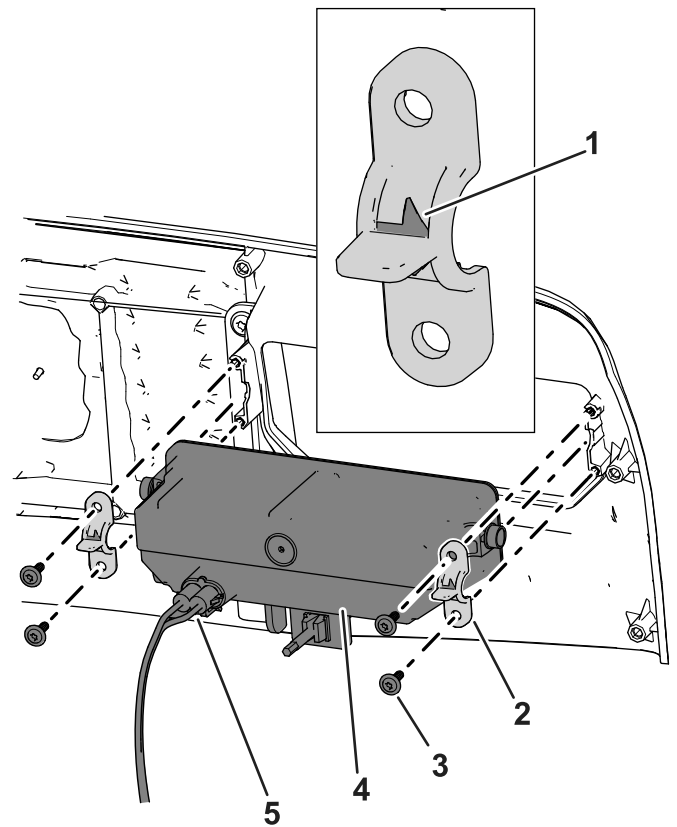

Figura 45
3. Desconecte el conector eléctrico del arnés de cables del conector del conjunto del faro (Figura 45).
4. Retire las grapas de plástico y los tornillos que sujetan el faro a la máquina y retire el conjunto del faro (Figura 45).
5. Instale el nuevo faro en la máquina con las grapas de plástico y los tornillos del faro que conservó. Apriete los tornillos del faro a 1.6 N·m (14 pulgadas-libra); consulte Figura 45.
Nota: Compruebe que las flechas direccionales de las grapas de plástico apunten hacia afuera de la máquina (Figura 45).
6. Conecte el conector eléctrico del arnés de cables al conector del conjunto del faro (Figura 45).